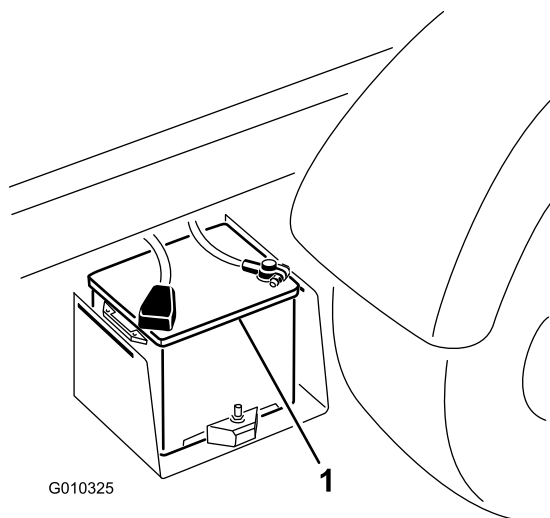

Figura 50
2. Collegate un cavetto portatile tra i poli positivi delle due batterie (Figura 50).